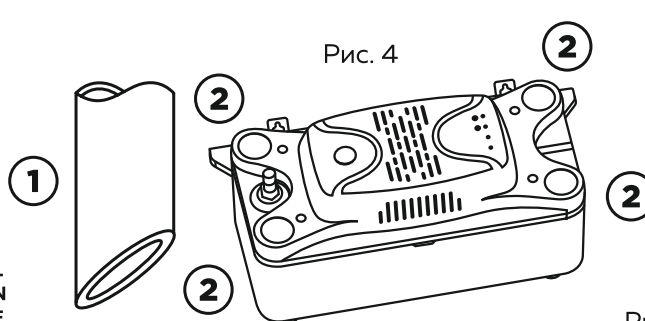

Рис. 4
1. Протяните гибкую трубку от поддона испарителя до насоса и направьте ее конец, предварительно срезав его под углом более 30° (рис.4, п.1.), в одно из четырех приемных отверстий (рис. 4 п. 2) на глубину 3 – 8 см. Убедитесь, что конденсат беспрепятственно сливается в резервуар помпы, а сама трубка не мешает работе поплавкового механизма.